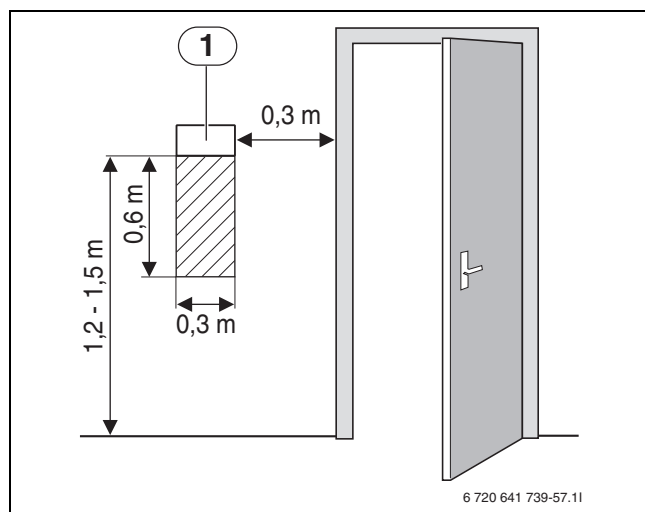

Fig. 11 Lieu de montage recommandé pour la sonde de température ambiante
- Circulation dégagée de l'air ambiant sous la sonde de température ambiante (dégager la surface hachurée → fig. 11).